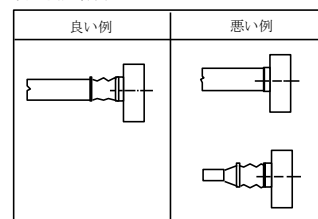

図3 ダクト配管方法(例)
ダクト配管例（図3）を参照して、次のようにダクトを施工してください。
- (1) 本機の取扱気体は、火災時の煙です。
- (2) ファンの吸込・吐出しフランジは、キャンバスなどの伸縮継手を介してダクトと接続してください。ファンとダクトを直接接続すると、ファンやダクトの振動過大の原因になるばかりか、ファンにダクトの質量がかかりファンが変形し、回転体と静止部の接触をひきおこすなど、重大な故障や破損の原因となります。また伸縮継手を取り外すことにより、内部確認も可能となるため、伸縮継ぎ手を使用してください。
- (3) ファンとダクトを接続する前に、ダクト内およびファンの内部を点検し、ウエス（布）・工具などの異物が無いことを確認してください。
(4) ダクトの口径はファンの口径と同一にしてください。ファンの口径とダクトの口径が極端に異なる場合は、騒音が大きくなったり、所定の性能が確保されない場合があります。特に吸込側のダクトには、直線部（少なくとも口径の2倍以上）を設けると共にファン吸込口で伸縮管の凹みやダクトの急な曲がりによって気流が絞られることのないようご注意ください。(図3)
(5) ファンが停止中に逆風を受けると逆転します。逆転中に始動しますと、始動時間が長くなり、電動機焼損の原因となる場合がありますので、自然風などによりファンが逆転しないよう、逆風を受ける配管は避けてください。逆風を受けるおそれがあるときは、配管中に逆止弁などを取付けてください。